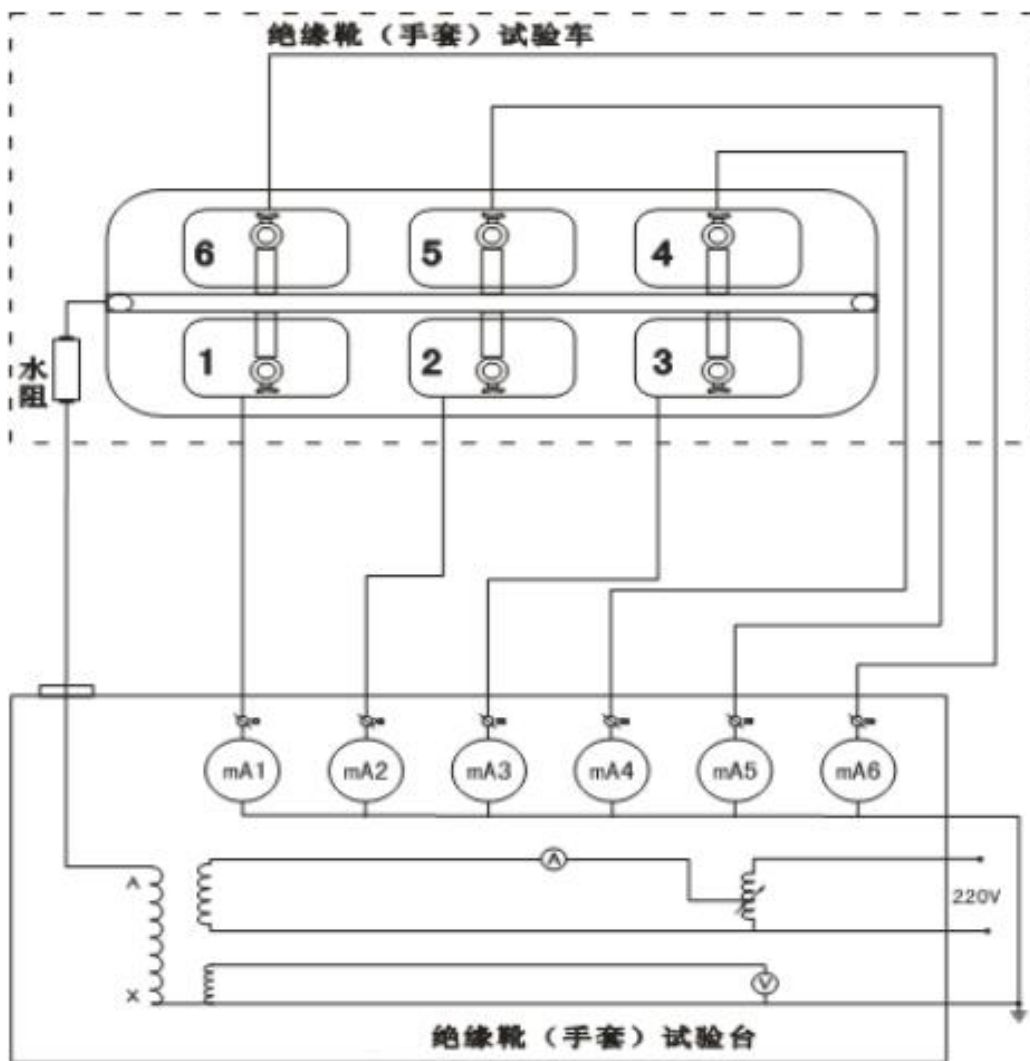

图 1：成套使用接线图
接入 0~220V 电源，调节工频耐压试验台，根据试验变压器的电磁感应原理，使变压器产生 0~70KV 工频高压至各电极，使绝缘靴（手套）获得规定的试验电压。根据绝缘靴（手套）试验规程，读取、纪录测试参数。成套使用接线图见图 1（毫安表六块）
3. 按图 1、图 2 将水阻的一端与绝缘靴(手套)试验车上的高压输入螺母(7)相连,另一端用 35KV 高压电缆由绝缘靴(手套)试验台的高压出线口引至绝缘靴(手套)试验台内试验变压器高压输出端 A,将盛水槽 1-6 上的泄漏测量接线端与绝缘靴(手套)试验台上的接线端 X1-X6 一一对应相连。